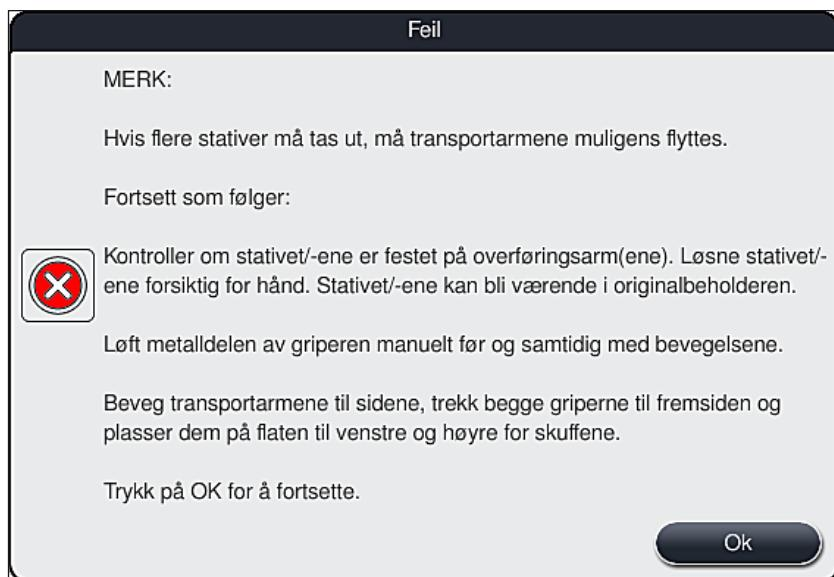

Fig. 107
3. Når du har trykket på **OK**-knappen (→ "Fig. 106"), vises en ny melding (→ "Fig. 107") med instruksjoner om korrekt prosedyre for å fjerne de aktuelle stativene.